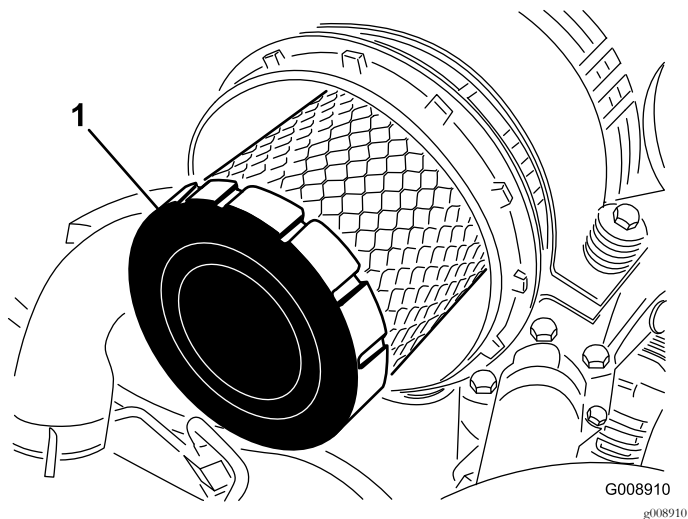

Figura 63
4. Retire e substitua o filtro primário (Figura 63).